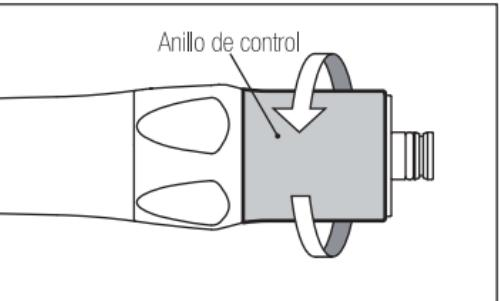

Fig. 10
- 1) Afloje y quite el anillo de control en la parte trasera de la pieza de mano. (Fig.10)